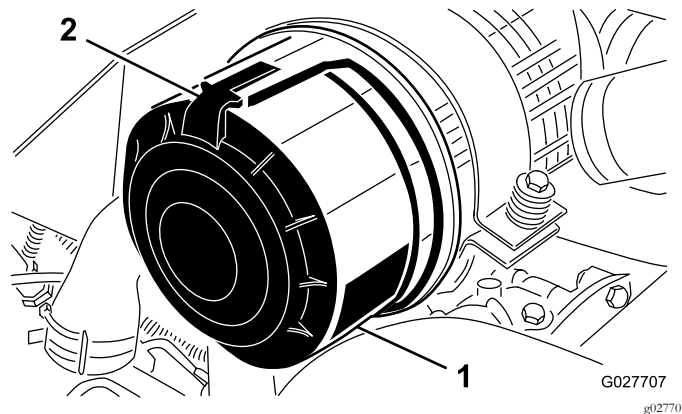

Figura 62
1. Rilasciate i dispositivi di fermo che fissano il coperchio del filtro dell'aria al corpo del filtro (Figura 62).